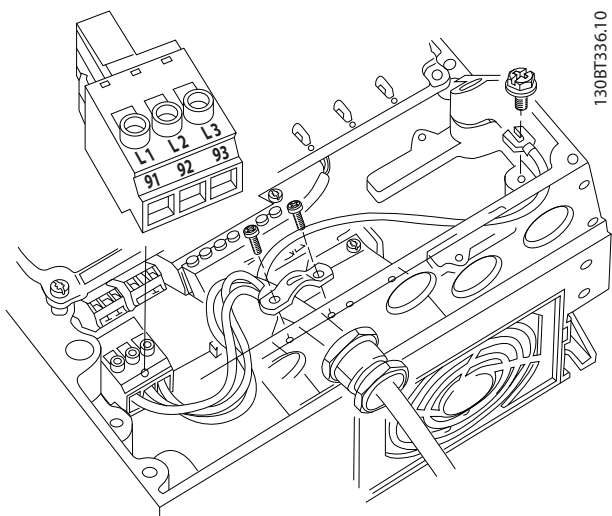

Bild 4.9 Anslutning till nätet (växelström)
1. Anslut 3-fas växelströmkablar till plint L1, L2 och L3 (se Bild 4.9).